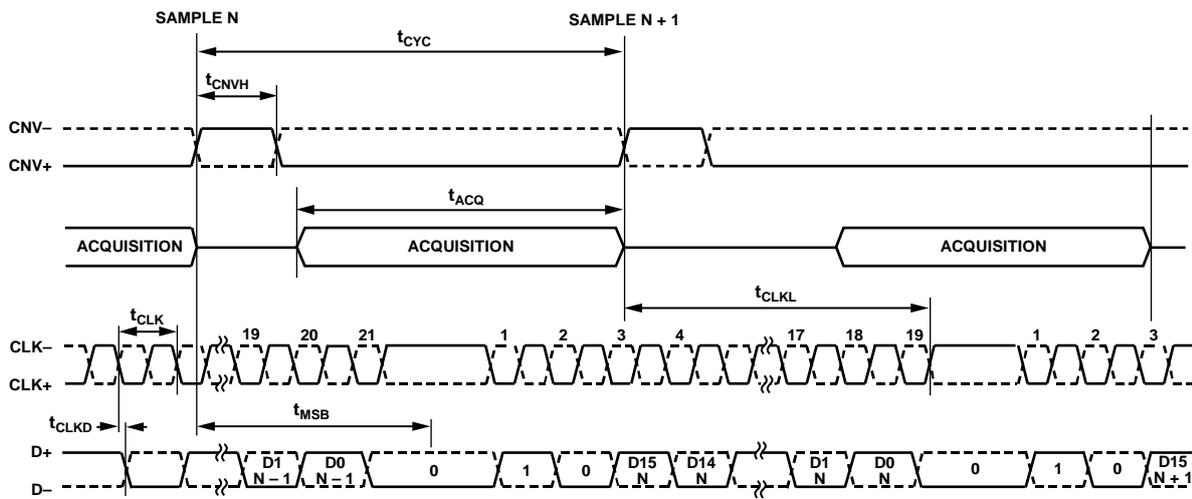

図 37.追加クロック・パルスありのセルフ・クロック・インターフェース・モードのタイミング図
セルフ・クロック・インターフェース・モードを使用すると、AD7961 はフレームの終わりの 0 状態を保証するためクロック・パルスの追加 (19 番目) が可能になります (図 37 参照)。tMSB の経過後、ヘッダー・シーケンスの先頭ビット 0 が D± 上に自動的に出力され、ヘッダーの残りの 2 ビット 10 が次のサンプル開始時の最初の 2 個の CLK± 立下がりエッジで出力されます。このヘッダー (010) を使って、デジタル・ホストで各変換の D± を同期化します。これは、このモードでは、デジタル・ホストがデータ出力を取得できるようにする、データ (D±) に同期したクロック出力が存在しないためです。